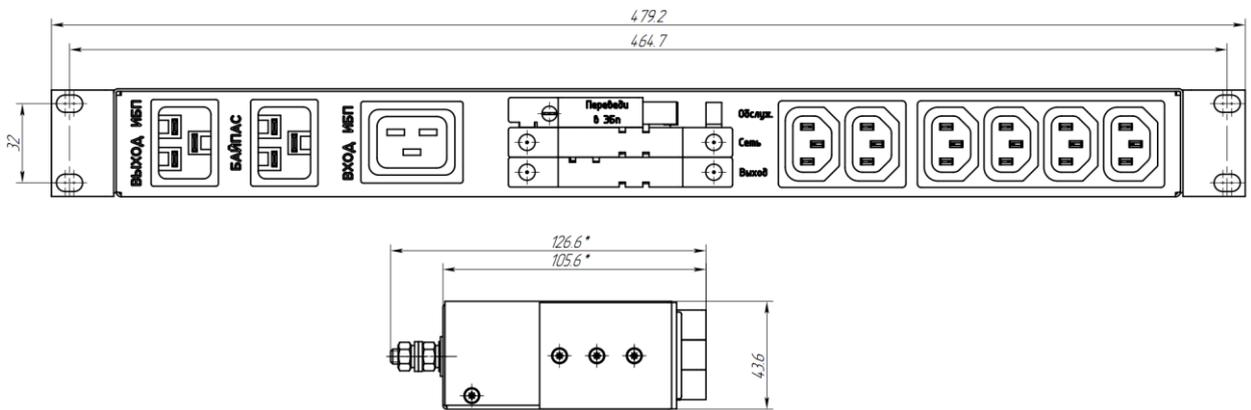

Рис. 1
Общий вид и габаритные размеры ПР приведен на рис.1.
5.1 Конструктивно ПР выполнена в виде съемного блока (крейта) прямоугольной формы с присоединительными и установочными размерами, соответствующими ГОСТ 28601-90. Общий вид и габариты ПР приведены на рис.1.